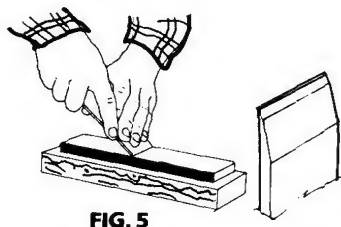

FIG. 5
(A) Placer le biseau de 25° à plat sur la pierre à huile et soulever de 5° pour atteindre l'angle d'affûtage de 30° (Fig. 5).
(A) Legen Sie das Hobeisen mit der 25° Grundschrägung flach auf den Ölstein, heben Sie es um 5° zu einem Abziehwinkel von 30° an (Abb. 5)
(A) Poner el bisel de 25° plano sobre la piedra de aceite y levantar 5° hasta conseguir el ángulo de afilado de 30° (Fig. 5).